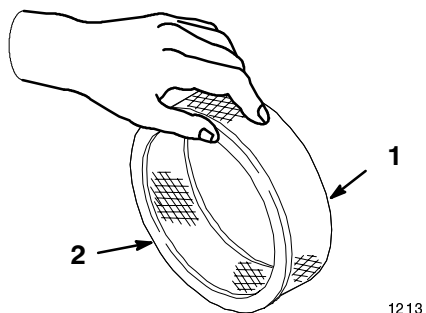

Figure 19
- A. Tapotez doucement l'élément sur une surface plane pour faire tomber la poussière et la saleté (Fig. 19).